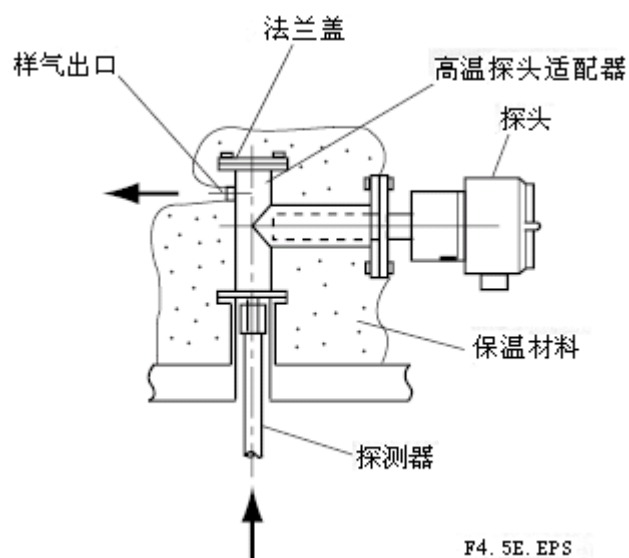

图 4.5 防止凝露
- 另一方面，如果样气的温度太低，在高温探头适配器中可能会产生水汽凝露凝露。在冬季，建议用保温材料保护探头适配器，防止水汽凝露形成（见图 4.5）。关于高温探头适配器的使用，参考 3.2.2 节。
当样气冷却时探头适配器可能发生凝露时，如图 4.5 所示安装保温材料来保护探头适配器。
另一方面，如果样气的温度太低，在高温探头适配器内可能会产生凝露。在冬季，建议用保温材料保护探头适配器，防止凝露形成（见图 4.5）。